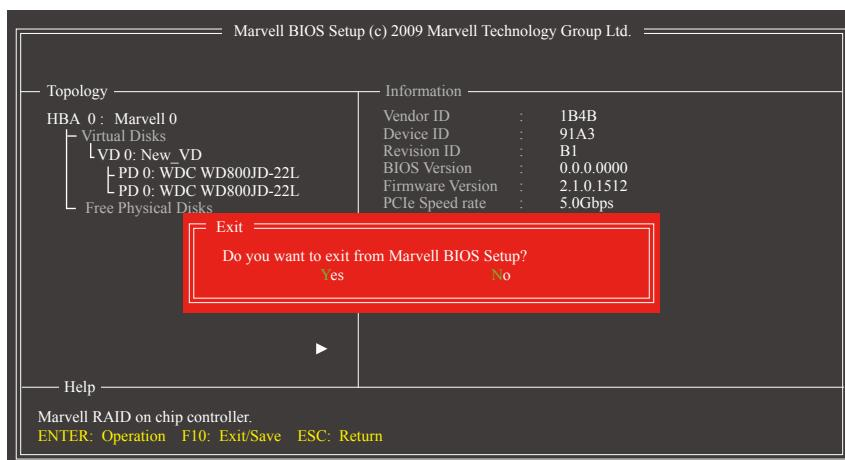

图7
7. 储存设定并离开：设定好磁盘阵列要离开RAID设定程序前，请务必在主画面选择按<F10>能。确定离开请按<Y>，取消请按<N> (图7)。接下来就可以进行操作系统的安装了。